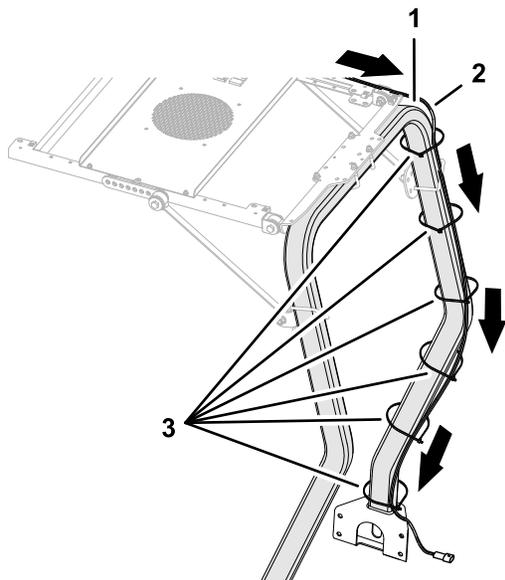

Figura 9
1. Instradate il cablaggio preassemblato del kit del pannello interruttori lungo il tubo del roll bar come mostrato nella Figura 9.
2. Fissate il cablaggio preassemblato al tubo del roll-bar con fascette per cavi se necessario (Figura 9).